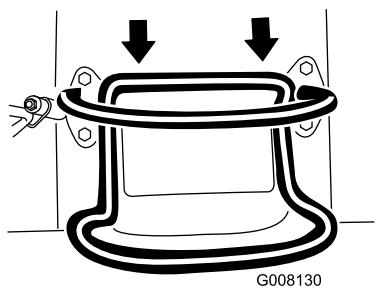

Figura 7
- Para desplazarse hacia atrás, mueva el control de tracción hacia atrás (Figura 7). **Mientras conduzca en marcha atrás, mire hacia atrás para asegurarse de que el camino está despejado, y mantenga ambas manos en la barra de referencia.**